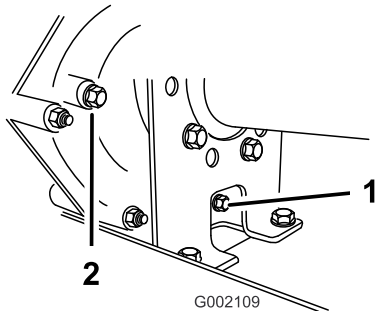
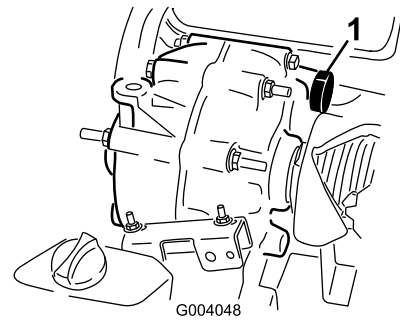

Figure 59
Figure 60
2. Essuyez la surface autour des bouchons de remplissage et de vidange avec un chiffon (Figure 59).
4. Dévissez et enlevez le bouchon de remplissage (Figure 59).
5. Dévissez et enlevez le bouchon de vidange (Figure 59).
6. Remettez et serrez le bouchon de vidange et le joint dans le trou de la transmission (Figure 59).
7. Versez par le trou du bouchon de remplissage du réservoir (Figure 60) environ 1,4 litre du liquide spécifié ou la quantité de liquide nécessaire pour que le niveau de liquide atteigne le bas du filetage. (Figure 59).
8. Remettez et serrez le bouchon de remplissage et le joint dans le trou de la transmission (Figure 59).
10. Contrôlez le niveau de liquide et faites l'appoint si le niveau est en dessous du filetage du trou du bouchon de remplissage (Figure 59).